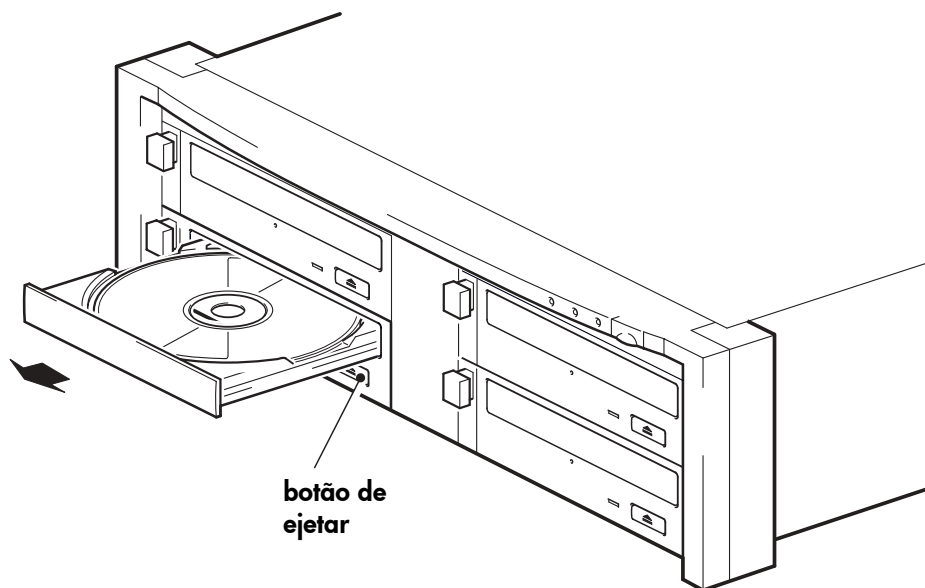

Figura 4b: descarregar um disco
- 2 Pressione o botão de ejetar, conforme exibido na figura 4b. A bandeja de carregamento de disco sairá. (Pode levar alguns segundos).